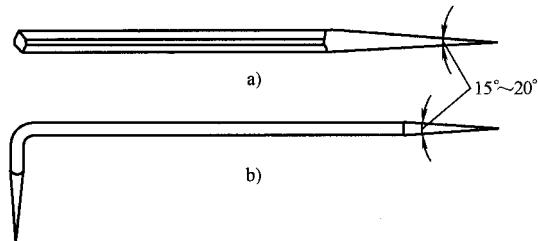

图 2-3 划针
(3) 划针 划针（见图 2-3）用来在工件上划线条，它用弹簧钢丝或高速钢制成，直径一般为  $3 \sim 5\text{mm}$ ，尖端磨成  $15^\circ \sim 20^\circ$  的尖角，并经热处理淬火使之硬化，有的划针在尖端部位焊有硬质合金，耐磨性更好。